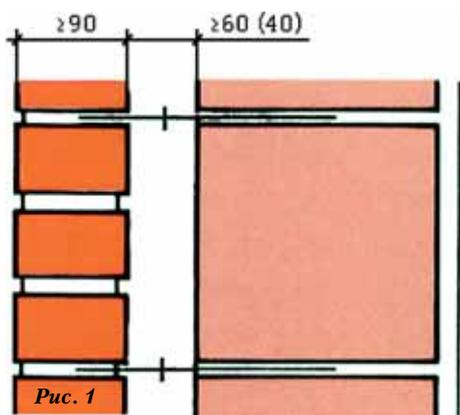

Рис. 1
- 1) Двухслойная облицовочная кладка с воздушной прослойкой (рис. 1).